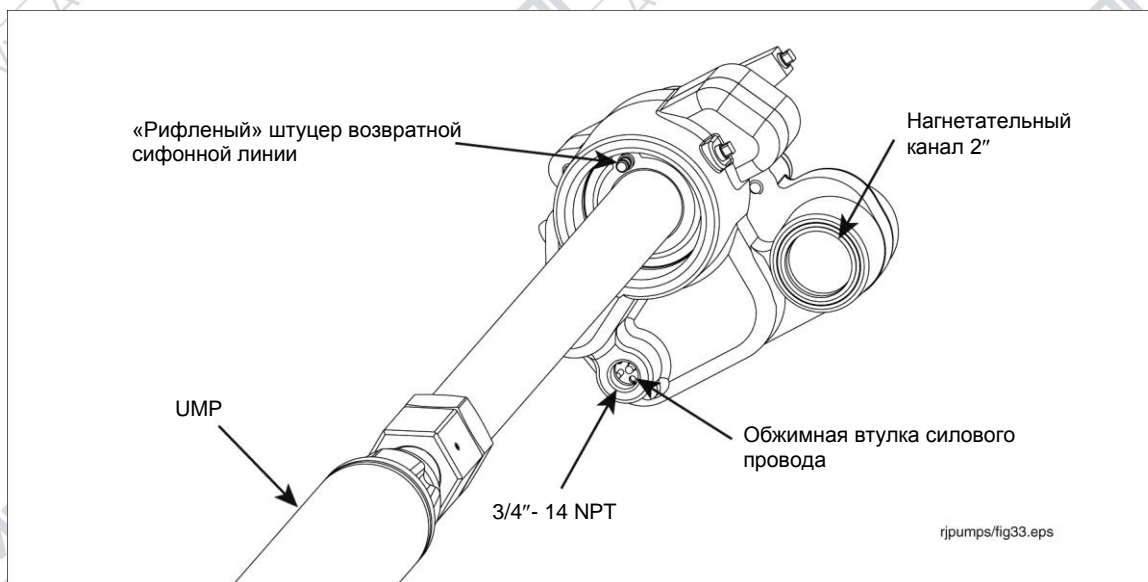

Рисунок 11. Местоположение на пакере штуцера возвратной линии
- Присоедините и зажмите хомутом трубопровод возвратной линии сифона к «рифленому» штуцеру в основании пакера (см. рисунок 11).